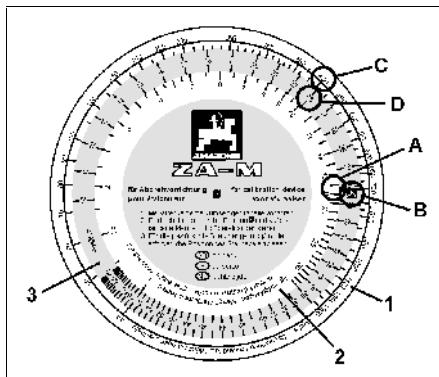

Fig. 37
- Ta regneskiven for dreieprøver i hånden. Finn oppsamlet mengde [kg] tallverdi 17,5" (Fig. 37/A) på skala (Fig. 37/2) og still den overfor (posisjon) **K** (Fig. 37/B) farveskalaen (Fig. 37/3).
- Finn ønsket spredemengde (400 kg/ha) (Fig. 37/C)) på skalaen for spredemengde (Fig. 37/1) og les av nødvendig spjeldinnstilling (posisjon) 23 (Fig. 37/D).